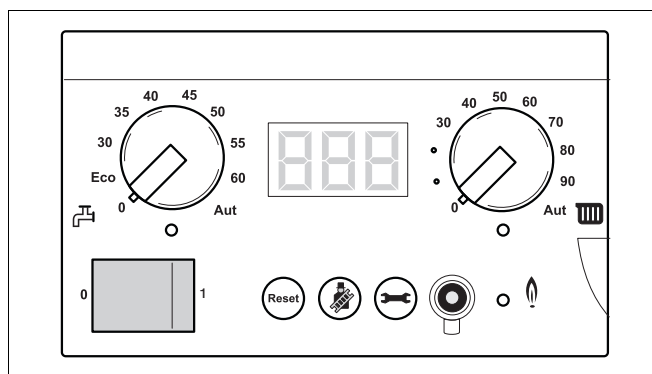

Fig. 77 Strømmen til varmeanlægget afbrydes
- Afbryd strømmen til varmeanlægget (fig. 77).